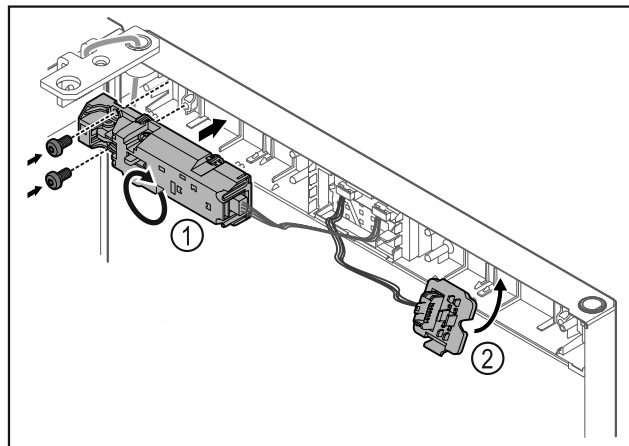

Fig. 11
- Afstandsslot Fig. 11 (1) met 180° draaien en aan tegenoverliggende zijde bevestigen.
- Stekkerhouder Fig. 11 (2) op de tegenoverliggende zijde vastklikken.*